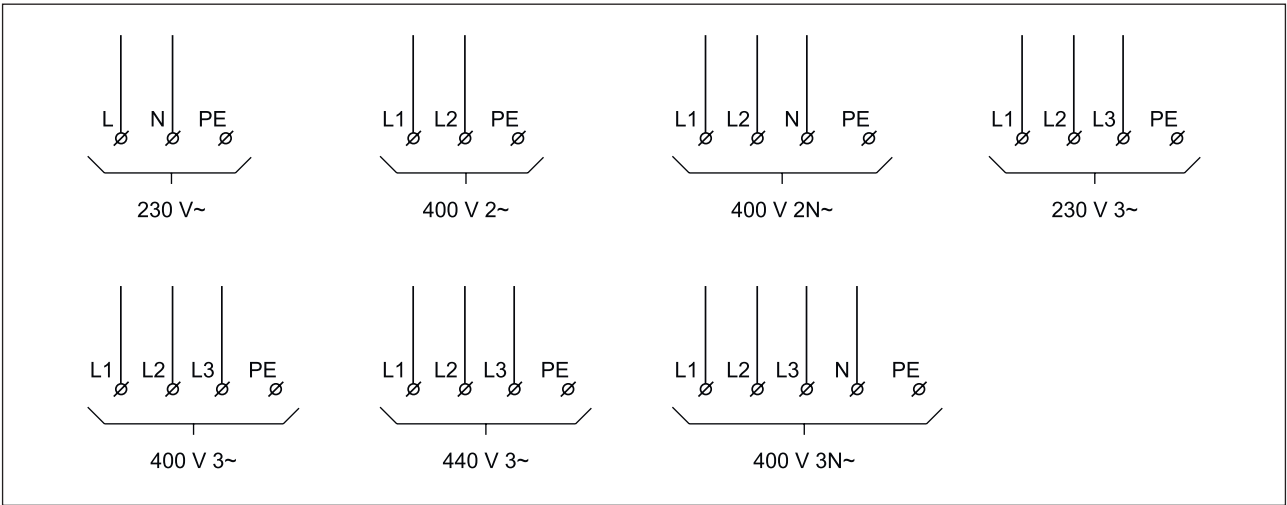

fig. 11
La figure 11 montre le raccordement de l'alimentation électrique au réchauffeur. Le réchauffeur doit être raccordé conformément aux données nominales indiquées sur la plaque signalétique. Le conducteur de protection (PE) doit toujours être raccordé. Le raccordement de l'alimentation électrique doit être conforme aux prescriptions en vigueur.